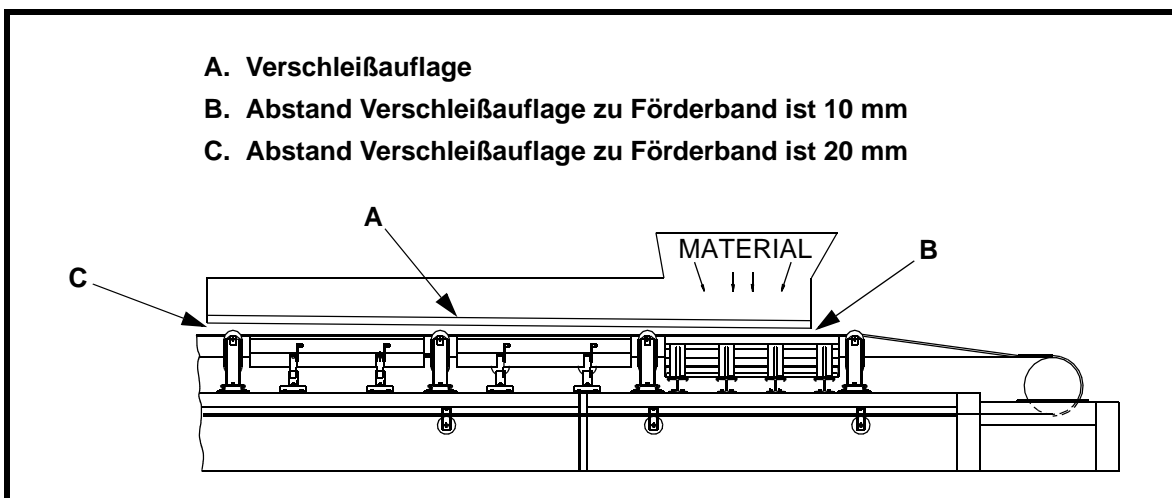

Abbildung 1. Position der Schurrenwand und der Verschleißauflage
1. Prüfen, ob die Verschleißauflage (A, Abb. 1) am Eingang des Übergangs (B) 10 mm vom Förderband entfernt ist und dieser Abstand bis zum Ausgang des Übergangs (C) allmählich auf 20 mm erweitert wird.